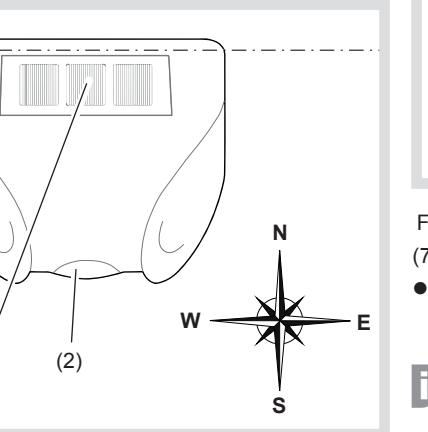

Figure 3 : orientation plein sud et horizontale
- Montage horizontal à l'extérieur des bâtiments (figure 3), sur le toit ou la façade de préférence
- Orienter l'appareil horizontalement dans le sens de la largeur à l'aide d'un niveau à bulle (figure 3).